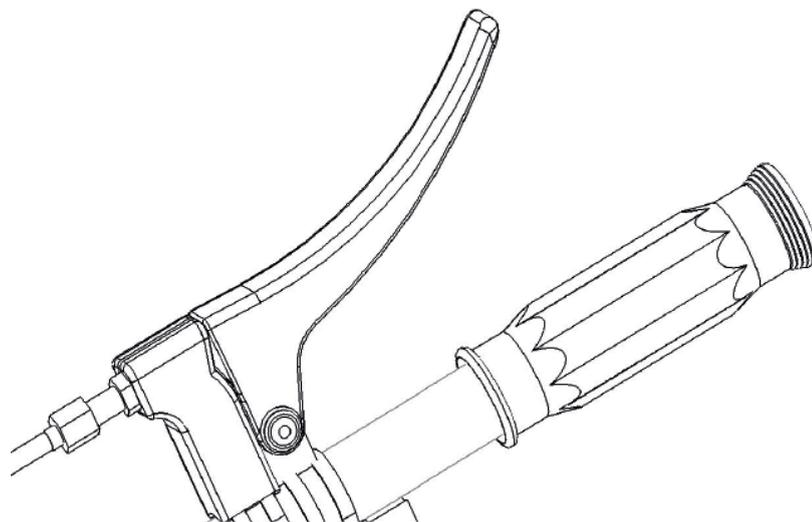

рис. 1
4. Перед запуском двигателя убедитесь, что рукоятка включения/отключения сцепления клиноременной передачи находится в исходном положении (рис. 1).
9. После завершения работы выводите из зацепления рычаг включения/отключения сцепления клиноременной передачи (исходное положение рукоятки на рис. 1).
11. Если наблюдается сильная вибрация, отключите снегоуборщик (см. рис.1), выключите двигатель мотоблока и проверьте на предмет повреждений.
1. Перед запуском двигателя рукоятка сцепления снегоуборщика должна находиться в исходном положении (рис. 1).